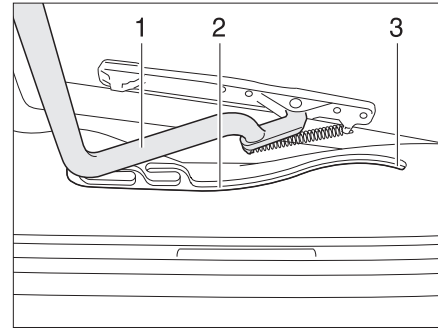

Fig. 42 Claraboya Heki, guía
- Tirar la horquilla (Fig. 42,1) en las guías (Fig. 42,2) hasta la posición trasera final (Fig. 42,3).
- Empujar el estribo (Fig. 42,1) ligeramente hacia arriba con ambas manos.
- Tirar el estribo en las guías (Fig. 42,2) hasta la posición deseada.